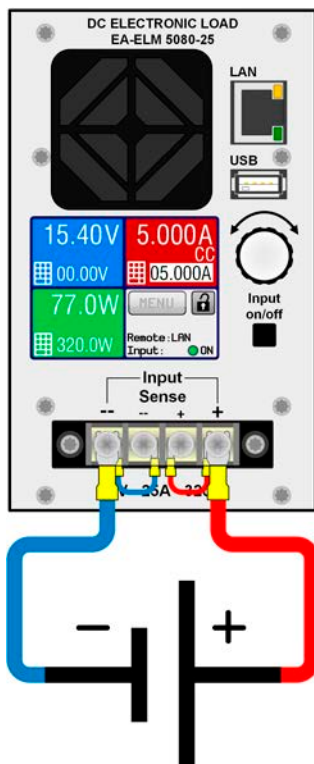
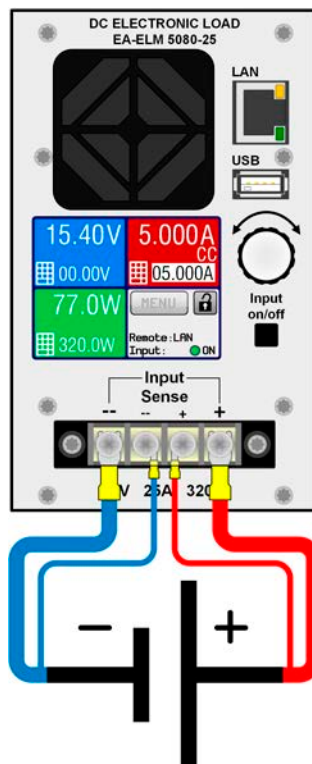

Bild 10 - Anschlußbeispiel ohne Fernfühlung (Sense gebrückt)
Bild 11 - Anschlußbeispiel mit Fernfühlung an Quelle
- Die Fernföhlung ist nur im Konstantspannungsbetrieb (CV) wirksam und der Fernföhlungsanschluß sollte möglichst nur solange angeschlossen bleiben, wie CV benutzt wird, weil die Schwingneigung des Systems durch Verbinden der Fernföhlung generell erhöht wird.
- (+) Sense darf nur am (+) der Quelle und (–) Sense nur am (–) der Quelle angeschlossen werden. Ansonsten könnte die elektronische Last beschäzigt werden. Siehe auch *Bild 11*.
Für Verdrahtungs-Beispiele zur Fernföhlung siehe *Bild 10* und *Bild 11*.